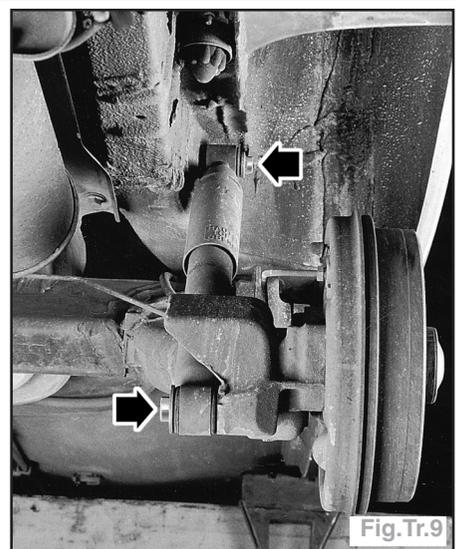

Fig.Tr.9
- Déposer la vis de fixation supérieure de l'amortisseur et récupérer l'amortisseur (Fig.Tr.9).